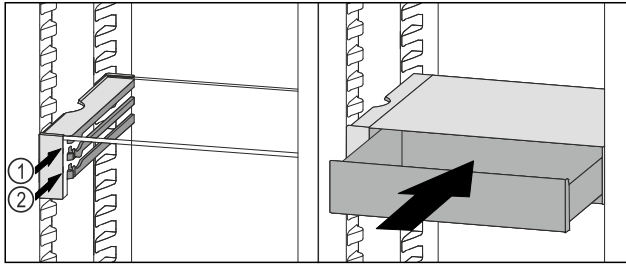

Fig. 95
- ▶ Aseta VarioSafe-vetolaatikko rajoittimien taakse halutulle kannattimelle Fig. 95 (1) tai Fig. 95 (2).